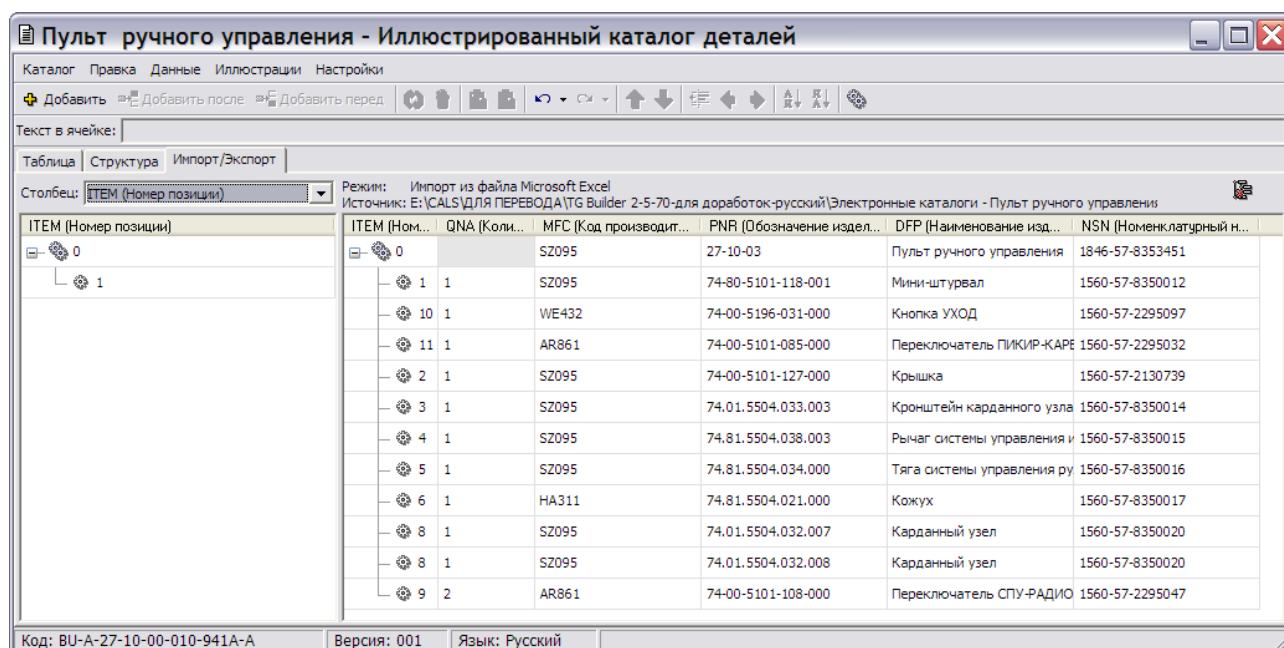

Рис. 6.37
16. В окне **Соответствие атрибутов** нажмите на кнопку **Применить**. Импортированные данные появятся в редакторе каталога на временной вкладке **Импорт / Экспорт** в её правом окне (Рис. 6.37). В левом окне вкладки находится структура исходного каталога. Для выбора поля, отображаемого в этом окне, используется выпадающий список раздела **Столбец**, расположенный над окном структуры.